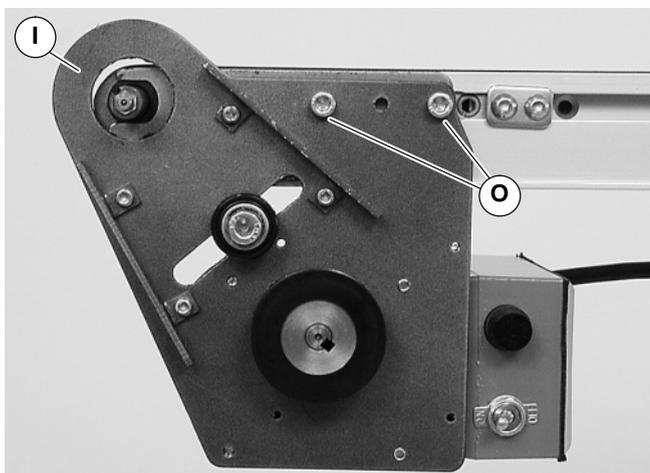

Abbildung 4
- Installationsbaugruppe (I siehe Abbildung 4) mit Schrauben befestigen (O). Die Schrauben mit 9 Nm festziehen.